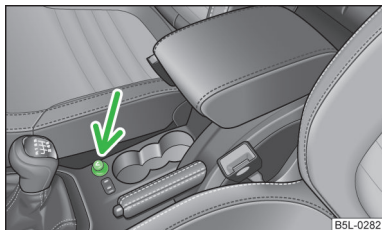

Fig. 84
- Premere il pulsante dell'accendisigari » fig. 84.
Nella console centrale anteriore » fig. 84 a pagina 83.
- Estrarre il coperchio della presa o dell'accendisigari. » fig. 84 a pagina 83